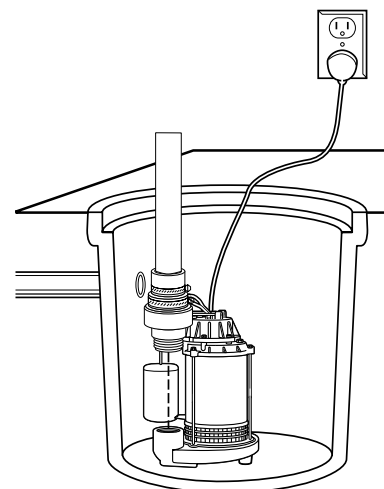

Figura 2 – Instalación de bomba sumergible
1. Construya una cuenca de concreto, acero o plástico para el sumidero que tenga 24 pulgadas (61 cm) de fondo y al menos 11 pulgadas (28 cm) de diámetro (Figura 2 en la columna derecha). Si ya hay un sumidero asegúrese de que tenga el tamaño correcto.